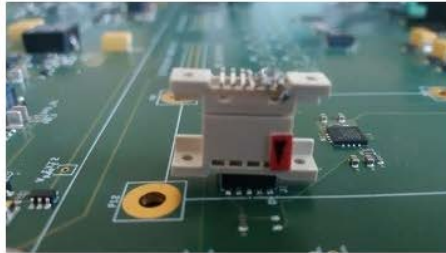

Fig. 10: GPS-Adapter
- Insert GPS-adapter (see Fig. 10)